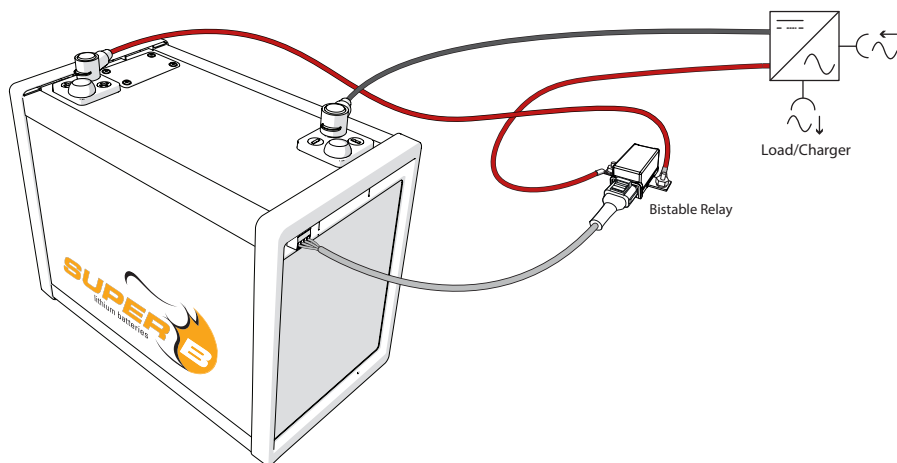

Figure 5. Raccordement d'un relais bistable comme dispositif de déconnexion externe
1. En utilisant un relais bistable relié à la sortie Con1 comme indiqué sur la figure 5.